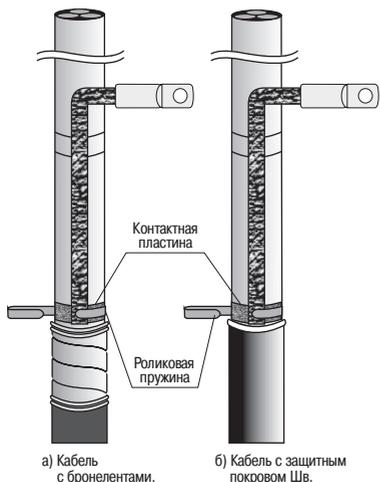

Рисунок 4.
4.10 Распустить свободный конец провода заземления на расстоянии не менее 100 мм, разложить его на зачищенных поверхностях оболочки попертерки в направлении конца кабеля и прижать его к терке одним витком роликовой пружины (рисунок 4).